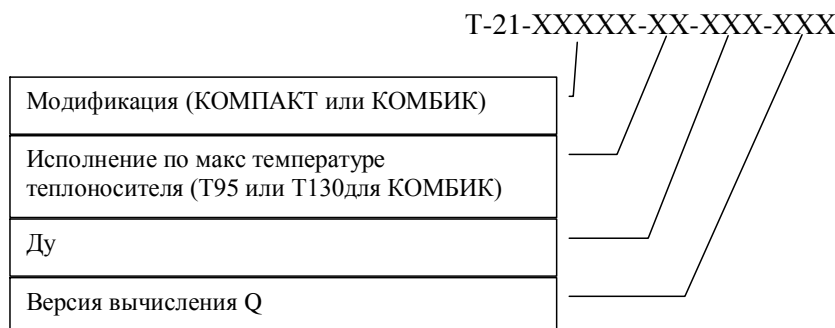

рис. 1.3
1.11 Допускается использование сокращенного условного обозначения Т-21 в соответствии с рис. 1.3.